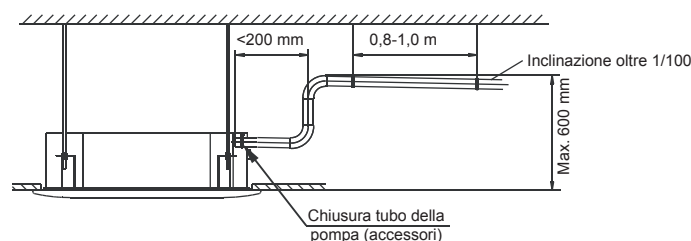

Fig.6-2
7) Nel caso in cui l'uscita del tubo di scarico sia più alta del tubo di collegamento della struttura principale, il tubo di scarico deve essere disposto verticalmente verso l'alto usando il raccordo dell'uscita dell'acqua per la curvatura verticale e l'altezza del tubo di scarico deve essere regolata sulla superficie della piastra di sbrinamento non oltre 1000 mm (cassetta a quattro vie) o 600 mm (cassetta sottile a quattro vie), altrimenti, un eccessivo riflusso durante lo spegnimento comporterebbe un trabocco (Vedi Fig.6-2).